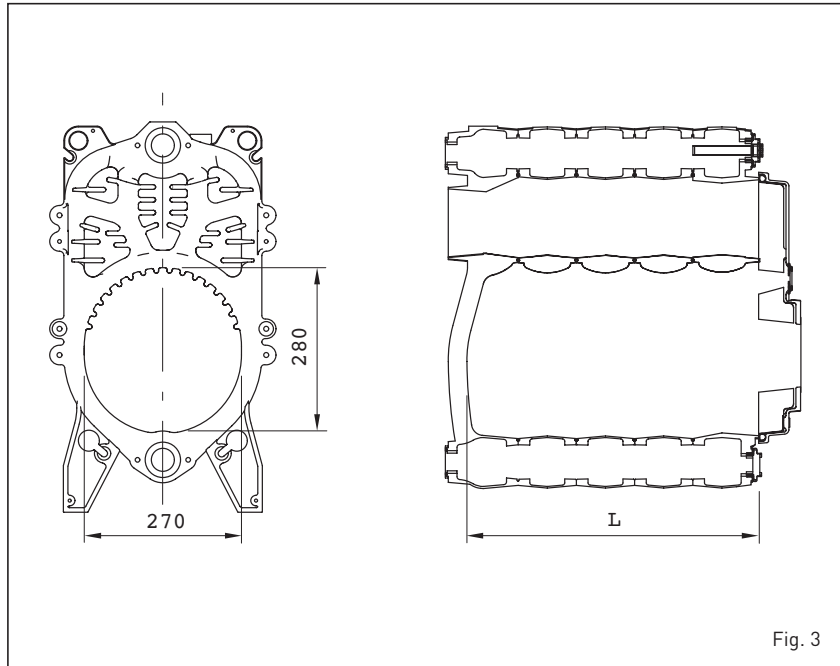

Fig. 3
1.6 CHAMBRE DE COMBUSTION (fig. 3)
La chambre de combustion est à passage direct et elle est conforme à la norme EN 303-3, annexe E. Ses dimensions sont reportées sur la fig. 3.